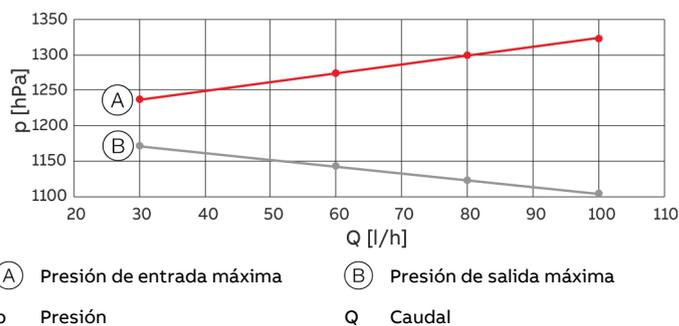

Figura 1: Presión máx. hPa abs. para presión interna 1200 hPa abs.
- Cumplimiento de los límites de presión para la entrada y salida del gas medido según **Figura 1**.